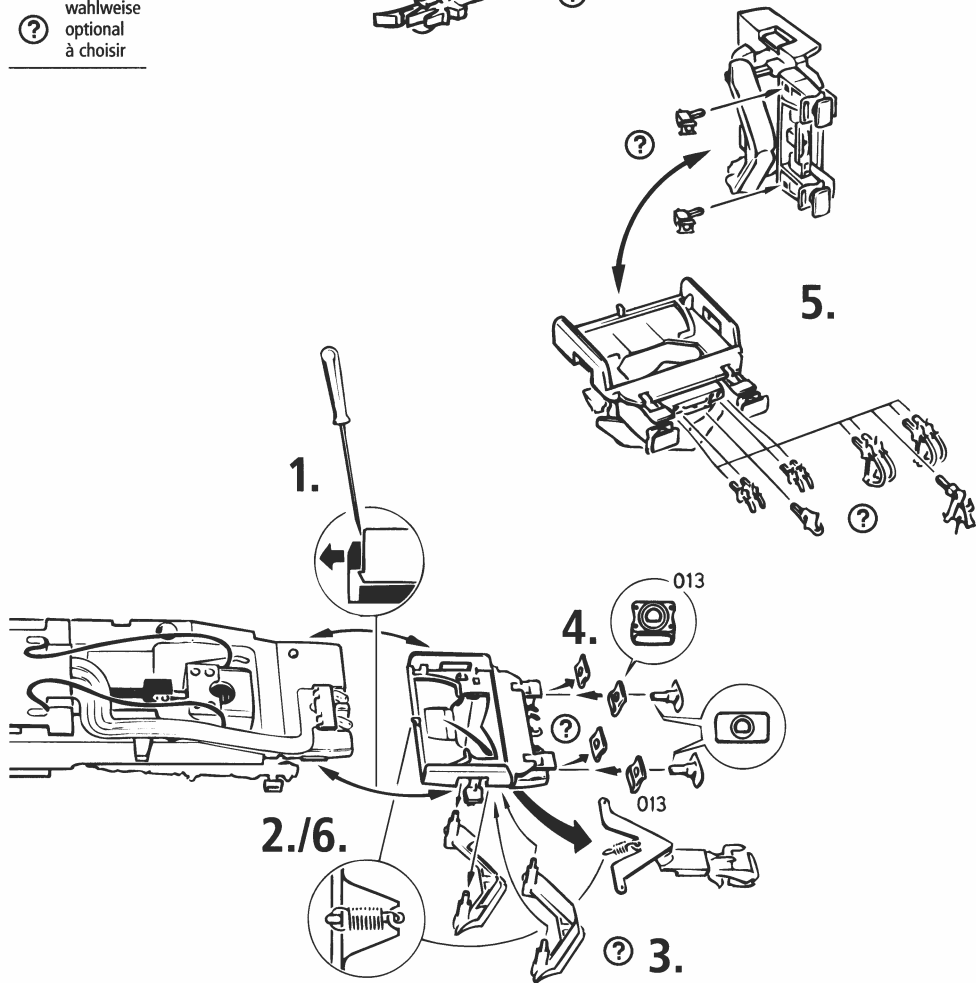
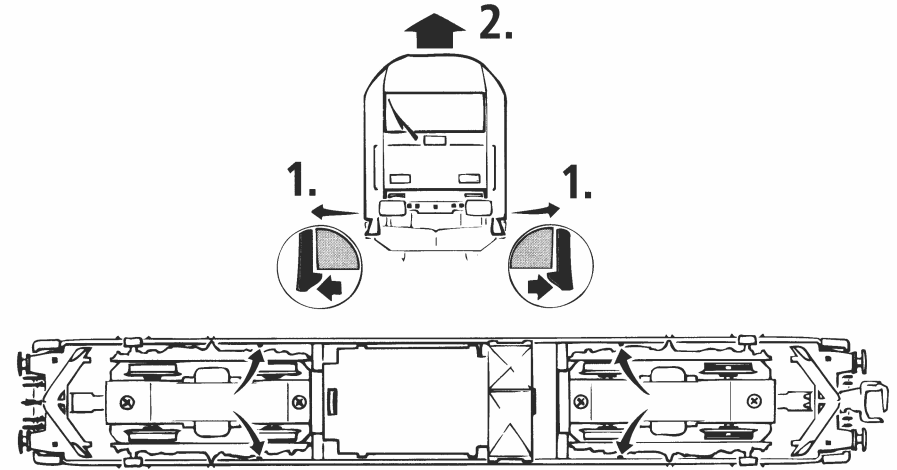

Fig. 3
Fig. 4
**Mehrzugbetrieb:** Zuerst das Lokgehäuse abnehmen (Fig. 3). Brückenstecker aus der Schnittstelle entfernen (sorgsam aufbewahren). Zuletzt den Stecker des Steuerbausteines lagerichtig einsetzen (Fig. 4).
**1. Reinigung der Radstromkontakte:** Radstromkontakte können auf unsauberen Schienen leicht verschmutzen. Bitte **entfernen Sie vorsichtig** mit einem kleinen Pinsel **den Schmutz** an den in Fig. 7 gekennzeichneten Stellen. Bitte zuerst das Lokgehäuse abnehmen (Fig. 3).
**2. Schmierung:** Versehen Sie die im Schmierplan in Fig. 8 gekennzeichneten Stellen mit nur **kleinen Öltropfen**. Dazu zuerst das Lokgehäuse abnehmen (Fig. 3). Wir empfehlen den **ROCO-Öler** Art. Nr. **10906**. Zur Schmierung der Getriebeteile (Zahnräder, Schnecke) empfehlen wir das **Roco-Spezialfett 10905**. Im Falle der Schmierung diese Teile nicht ölen.
**3. Lämpchenwechsel:** Bitte nehmen Sie zuerst das Lokgehäuse ab (Fig. 3). Danach können Sie die **Lämpchen** wechseln (Fig. 5).
**4. Kohlebürstenwechsel:** Lokgehäuse abnehmen (Fig. 3). Danach wird der **Motor ausgebaut** und die **Kohlebürsten** ausgewechselt (Fig. 9).
**Exploitation en télécommande multi-trains:** Veuillez démonter d'abord la caisse (fig. 3). Enlevez ensuite la fiche de shuntage de l'interface (à conserver!) et enfichez finalement la fiche du module de télécommande aux prises de l'interface. Veuillez à la position correcte de la fiche (voir fig. 4).
Les lames de contact risquent de s'encrasser rapidement sur des voies poussiéreuses. Veuillez **enlever la poussière** aux endroits marqués à la fig. 7 après avoir démonté la caisse de la locomotive (fig. 3).
aux endroits indiqués par le plan de graissage (fig. 8) après avoir démonté la caisse du tender (fig. 3). Nous vous recommandons le **graisseur à huile ROCO réf. 10906**. Pour graisser les engrenages (roues dentées, vis sans fin) nous vous conseillons la **graisse spéciale Roco ref. 10905** pour engrenages en matières synthétiques. Lorsque vous utilisez cette graisse il faut éviter d'huiler ces composants.
**3. Remplacement des ampoules:** Veuillez démonter d'abord la caisse de votre locomotive (fig. 3), puis vous pouvez **échanger les ampoules** (voir fig. 5).
Démontez la caisse (voir fig. 3). Démontez ensuite le moteur et échangez finalement le balais (fig. 9).
**Running in digital mode:** First remove loco body (fig. 3). Then remove the jumper from the interface. Finally put the plug of the chip into the interface as shown in fig. 4.
**1. Cleaning of wheel contacts:** Wheel contacts easily get dirty on tracks which are not entirely clean. Use a small brush to **remove dirt** from spots marked in fig. 7. Prior to this remove loco body (fig. 3).
**2. Lubrication:** Apply **tiny oil drops** to spots marked in fig. 8. Prior to lubrication dismantle locomotive (fig. 3). We recommend using item no. **10906, Roco oiler**. For lubrication the gear-parts (e.g. cog-wheels, worm) we would recommend our Roco **special grease** (item No. **10905**).
**3. Change of lights:** First remove loco body (fig. 3) and then change **lights** (fig. 5).
**4. Carbon Brush Changing:** First **remove** loco body (fig. 3), and then the **motor** (fig. 9).